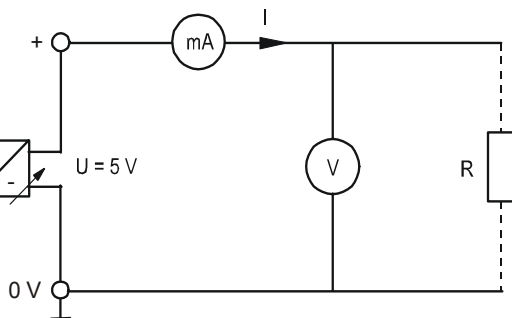
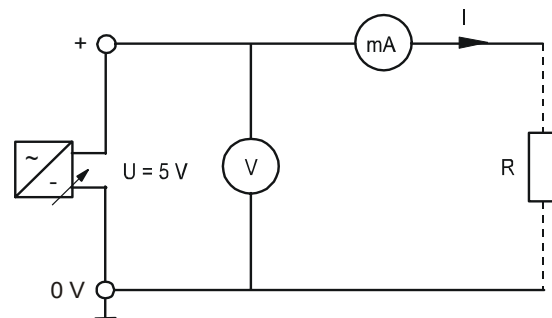

Abb. 3.2.1 Stromfehlerschaltung
Abb. 3.2.2 Spannungsfehlerschaltung
Zum Messen des Stroms in einer Schaltung wird der Strommesser stets in Reihe zum Verbraucher geschaltet. Spannungsmessungen erfolgen dagegen durch Parallelschalten eines Spannungsmessers zum Verbraucher. Sollen Spannung und Strom gleichzeitig in einer Schaltung gemessen werden, so ist darauf zu achten, dass bei hochohmigen Verbrauchern die Spannungsfehlerschaltung (Abb. 3.2.2) und bei niederohmigen Verbrauchern die Stromfehlerschaltung (Abb. 3.2.1) zur Anwendung kommt.
- Es ist die Stromfehlerschaltung nach Abb. 3.2.1 aufzubauen und bei einer konstanten Eingangsspannung von  $5\ \text{V}$  jeweils bei den Widerständen  $22\ \Omega$  und  $10\ \text{k}\Omega$  die Spannung und der Strom zu messen.
- Die Messungen sind an der Spannungsfehlerschaltung in Abb. 3.2.2 zu wiederholen.